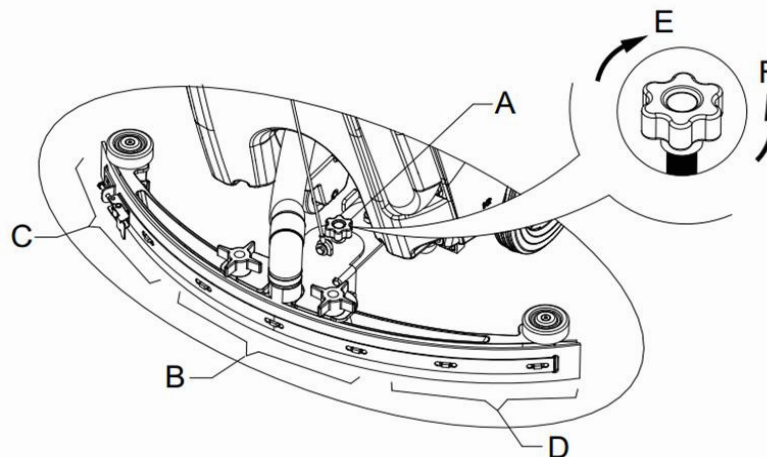

Figuur 8
1. (Alleen van toepassing op **AS430B** en **AS510B**): zorg ervoor dat de schakelaar (41) bijontkoppeld (**O**) staat.
2. Druk het stuur (2) omlaag om tank frame (26) op te tillen.
3. Zet de borstel (A) of de pad-houder (B - C) onder de deksel.
4. Gebruik het stuur (2) om tank frame(26) omlaag te zetten om in aanraking te komen met de borstel of pad-houder.
5. Om de borstel / padhouder automatisch te installeren, zet de schakelaar (41) naar de "I" positie en druk de veiligheidsschakelaar in (1). Duw de machine naar voren, om het mogelijk te maken dat de wiel op de bodem van de tankaf te laten stemmen met de borstel of padhouder. Laat vervolgens de schakelaar gekoppeld. Herhaal indien nodig deze procedure tot de borstel / padhouder is geïnstalleerd.
6. Als stap 5 hierboven moeilijk is, gebruik de handmatige werkwijze volgens de pijlpunt (D) om de borstel / padhouder (zie **Figuur 8**) te installeren.
7. Om de borstel / padhouder automatisch los te maken, zet de schakelaar (41) naar de "O" positie. Gebruik uw hand om het stuur in positie te houden en druk de machine omlaag totdat de gids wiel de grond raakt. Zet de hoofdschakelaar (41) op de "I" positie, en druk de veiligheidsschakelaar in. De borstel of padhouder draaien totdat de borstel / padhouder naar de vloerzakt.
8. Als Stap nummer 7 hierboven moeilijk is, gebruik dan de handmatige methode door de borstel / padhouder te draaien in de tegenovergestelderichting. (Zie **Figuur 8**)